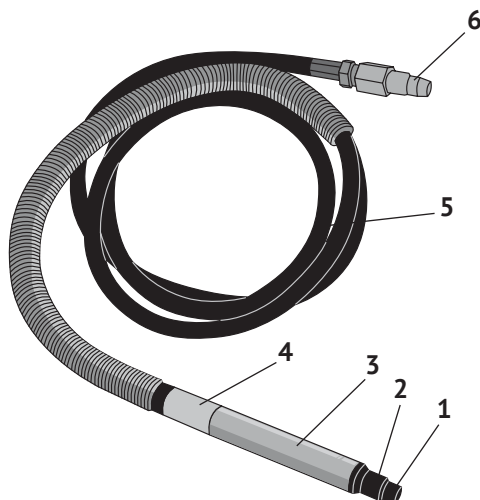

рис. 1
Включение гравёра осуществляется поворотом кольца выключения (рис.1 поз.4) по часовой стрелке. Отключение гравёра осуществляется поворотом кольца против часовой стрелки.
4.1 Общий вид гравёра схематично представлен на рис. 1
Основные элементы гравёра: ротационный пневмодвигатель и пусковое устройство расположены в металлическом корпусе (рис.1 поз.3), выполненном в виде карандаша. Такая форма удобна как для работы при хвате «пером» (работа с мелкими надписями, деталями), так и при охвате инструмента всей ладонью.
В передней части гравёра расположен цанговый патрон (рис.1 поз.2) в который крепятся насадки для проведения различных работ.
Включение гравёра осуществляется поворотом кольца выключения (рис.1 поз.4) по часовой стрелке, открывая доступ сжатого воздуха к пневмодвигателю. Отключение гравёра осуществляется поворотом кольца против часовой стрелки.
- зафиксировать ключом цанговый патрон (рис.1 поз.2);
- вторым ключом (ключи входят в комплект поставки) ослабить гайку цанги (рис.1 поз.1);
6.4 Перед соединением шланга для подачи воздуха с гравёром, его необходимо предварительно продуть. Добавьте 4 - 5 капель масла во входной штуцер (рис.1 поз.6) шланга гравёра для смазки внутренних механизмов.
- подсоедините один конец воздушного шланга к компрессору, а второй – к входному штуцеру (рис.1 поз.6) шланга пневматического гравёра;